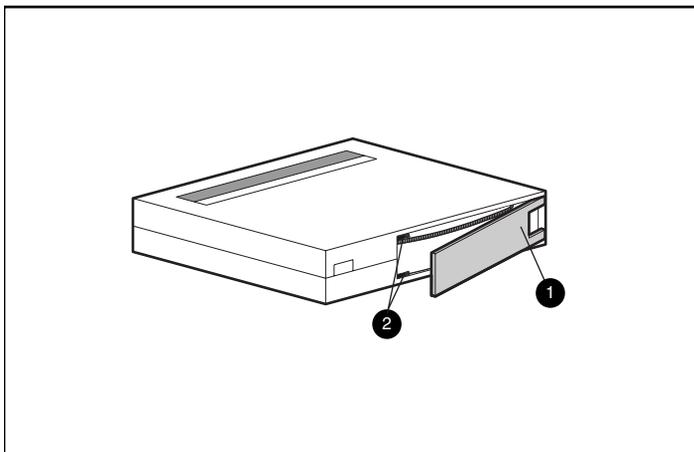

Figure 3-4. Vérification de l'amorce de bande
- Si elle ne fait pas de bruit, vérifiez l'amorce de la bande ② à l'intérieur de la cartouche. Pour cela, ouvrez le volet à l'arrière de la cartouche en libérant son verrou ①. L'amorce de la bande doit se trouver dans la position illustrée à la Figure 3-4.